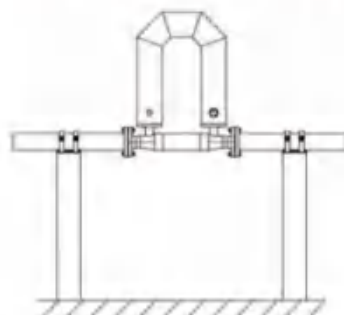

图5.4
2. 当质量流量计测量气体时，壳体应向上安装，如图 5.4 所示，防止液体聚集在传感器振管内。